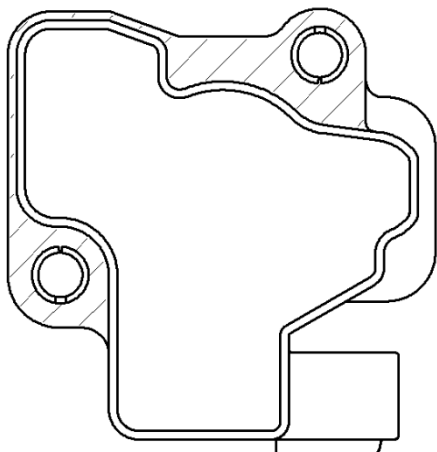

Fig8. 取扱部位 Handling area
- ・製品取付の際は、カラー部(Fig8.斜線部)をお持ちいただき、ポッティング部(Fig9.斜線部)に触れないようお願いします。
When installing the product, we would like you to hold around collar area (filled area in Fig8.), not the area filled with potting (hatched area in Fig9.).